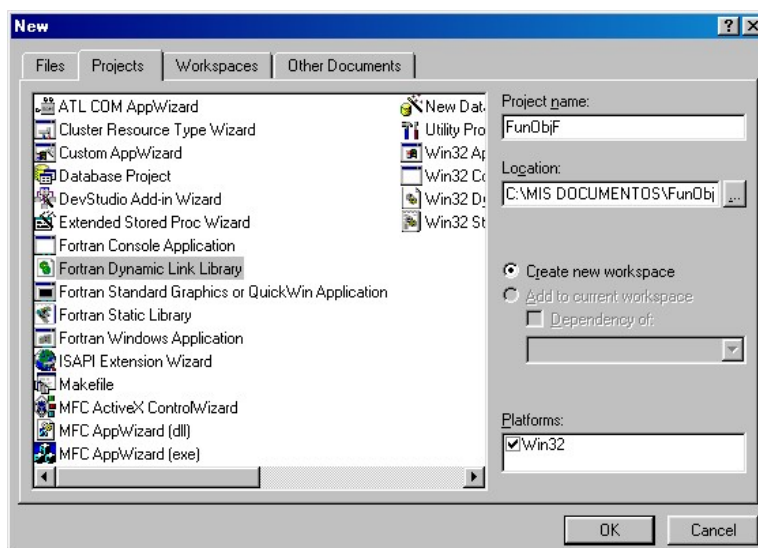

Figura 1.10.1. Cuadro de diálogo “New” de Digital Visual Fortran 6.0.
4. Asígnele como nombre del proyecto (Project name) FunObjF y ubíquelo (Location) en algún lugar de su preferencia, como se muestra en la figura 1.10.1.